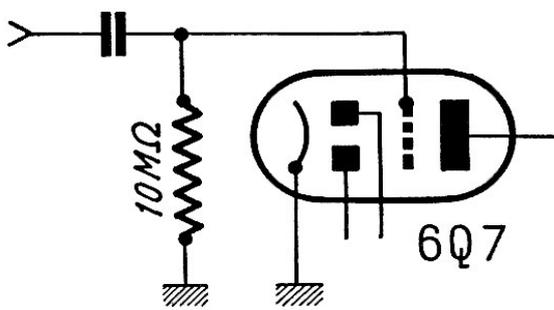

FIG. II-3
montage, d'origine U.S.A., est dit « polarisation par charge d'espace » ; voir figure II-3.
(2) Sauf dans le montage à polarisation par charge d'espace vu avec la figure II-3, dans lequel  $R_g = 10$  M $\Omega$ .